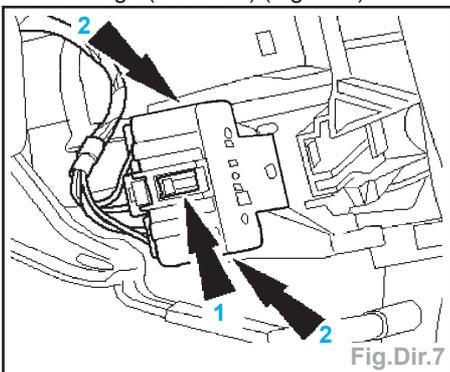

Fig.Dir.7
- déposer les vis de fixation (1),
- dégager le levier de blocage de colonne de direction (2).
- Débrancher le connecteur de commutateur d'allumage (flèche 1) puis déposer ce dernier en appuyant sur les languettes de verrouillage (flèches 2) (Fig.Dir.7).